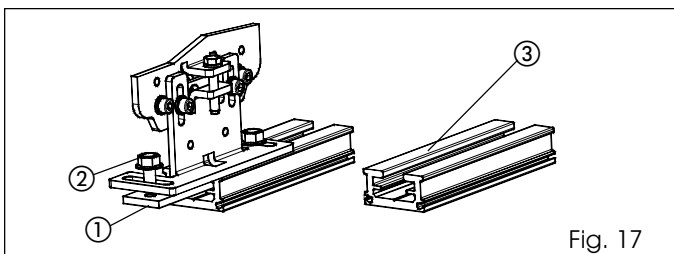

Fig. 17
• Monte el perfil de fijación de la hoja (accesorio fig. 17 ref. ③) en la parte superior de la hoja, utilizando para ello tornillos adecuados.
• Fije la hoja en los respectivos carros utilizando las placas (fig. 17 ref. ①) y los tornillos (fig. 17 ref. ②) en dotación.